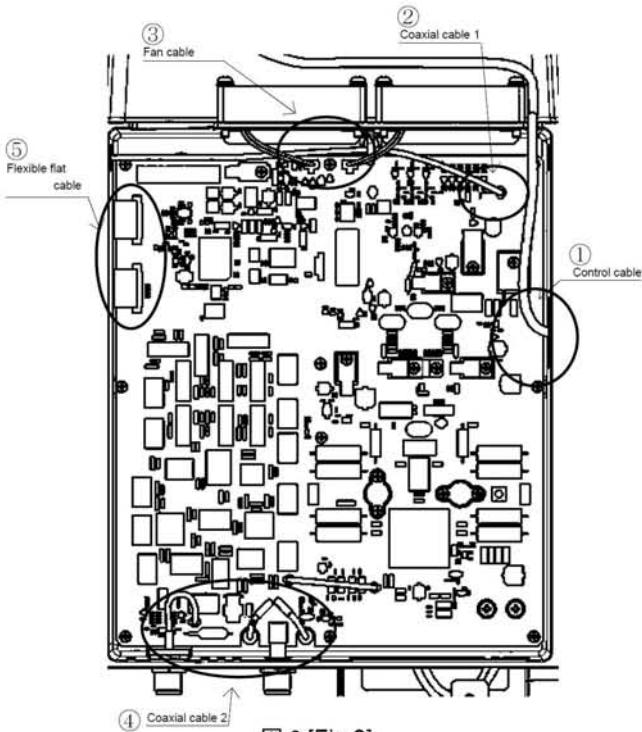

図 3 [Fig.3]
2. CAH-2415 PA ユニットの交換方法 (図 3, 図 4)
Replacing the CAH-2415 PA unit [Fig.3, Fig.4]